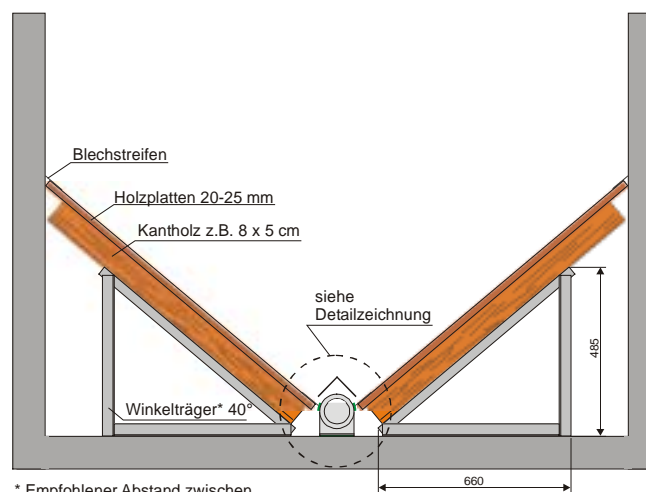

Abb. 7
- Der Schrägboden muß den statischen Anforderungen der Gewichtsbelastung durch die Pellets (Dichte  $650 \text{ kg/m}^3$ ) standhalten. Ein geeigneter Unterbau ist z.B. in Abb. 7 dargestellt.